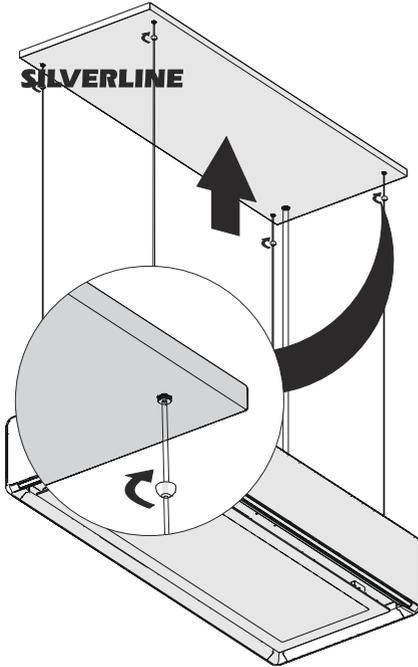

Fig. 24
9. ➔ Spingere il coperchio decorativo nella corretta direzione indicata della freccia. Serrare manualmente i controdadi (Fig. 24).